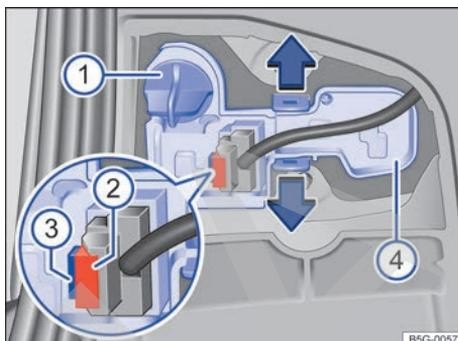

Fig. 173 En el portón del maletero: extraer el portalámparas.
4.	Gire el portalámparas → fig. 173 ① en el sentido contrario al de las agujas del reloj, hasta el tope, y extráigalo junto con la lámpara hacia atrás.
5.	Sustituya la lámpara averiada por otra nueva del mismo tipo. Coloque el portalámparas ① y gírelo en el sentido de las agujas del reloj hasta el tope.
6.	Extraiga el fusible ②. Presione el bloqueo ③ del conector y desacople el conector.
7.	Desbloquee las pestañas de encastre del portalámparas ④ en el sentido de la flecha y extraiga el portalámparas.